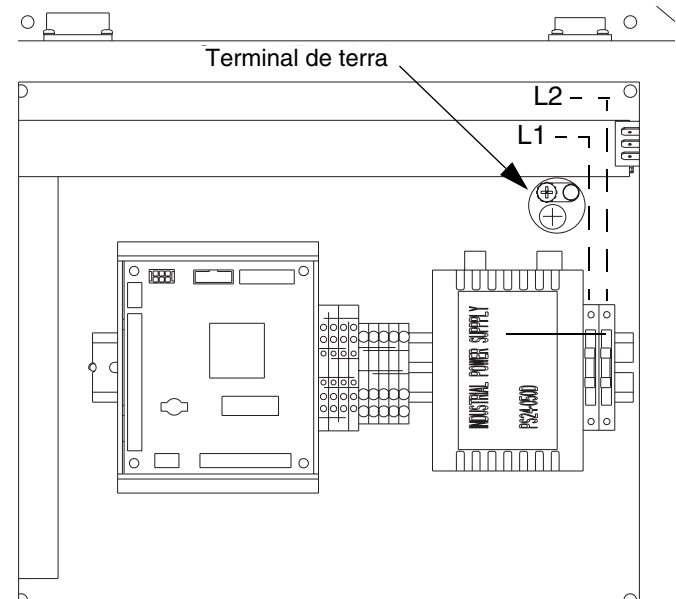

FIG. 7
Ligue um fio terra do ponto de massa na caixa de protecção da unidade de comando PrecisionFlo LT a verdadeira terra. Consulte a FIG. 7. É fornecido um longo fio terra 10 AWG, de 7,6 m, com braçadeira, referência 222011.
2. Utilizando um fio de calibre adequado, ligue a corrente eléctrica L1 e L2 à parte superior dos blocos terminais dos fusíveis; consulte a FIG. 7, página 18.